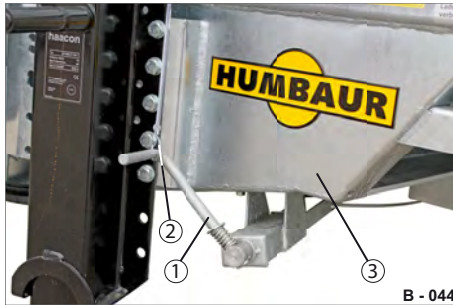

Abb. 45 Spindel-Feststellbremse, manuell
- ▶ Lösen Sie den Haken (Abb. 45/2) von der Kurbel (Abb. 45/1).